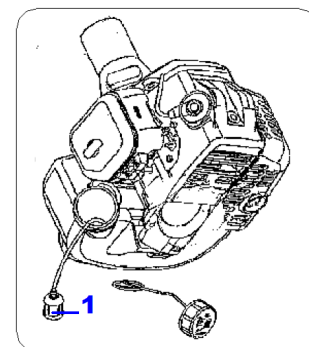

Fig.17
6.1.2- Filtre à essence (Fig.17)